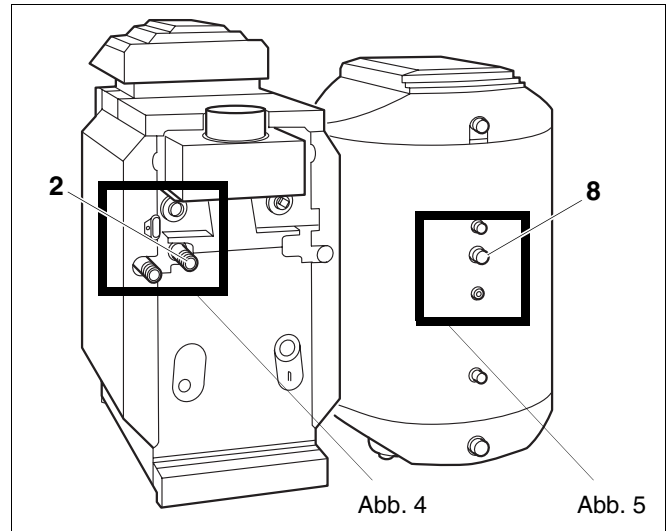

Abb. 3 Rückansicht vor Montage
- Dichtung in die Überwurfmutter G1 des Winkels einlegen und Winkel am Speichervorlauf am Kessel (Rohrdoppelnippel) festschrauben (Abb. 3 und 4).
- Dichtung in die Überwurfmutter des Metallwellschlauchs einlegen, Metallwellschlauch vorformen und am Winkel festschrauben (Abb. 3 und 4)
- Dichtung in die Überwurfmutter der Verlängerung einlegen und Verlängerung am Speichervorlauf festschrauben (Abb. 3 und 5).
- Dichtung in die Überwurfmutter des Rückschlagventils einlegen und Rückschlagventil an der Verlängerung festschrauben (Abb. 3 und 5).
- Dichtung für die Pumpe (Ø 44 x 28 x 2) in die andere Überwurfmutter des Rückschlagventils einlegen und Speicherladepumpe mit der Fließrichtung nach oben am Rückschlagventil festschrauben (Abb. 3 und 5).
- Die zweite Dichtung für die Pumpe (Ø 44 x 28 x 2) in die Überwurfmutter G1 1/2 des Winkels einlegen und Winkel am Saugstutzen der Speicherladepumpe festschrauben (Abb. 3 und 5).
- Dichtung in die zweite Überwurfmutter des Metallwellschlauchs einlegen und Metallwellschlauch am Winkel festschrauben (Abb. 3 und 5).